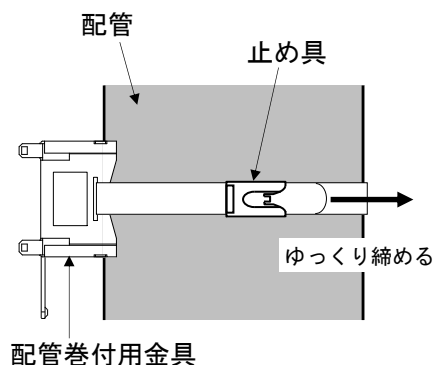

図 2-3-8
4. 配管巻付用金具を設置したい位置で押さえて、配管巻付用バンドをゆっくりと締めていきます。（図 2-3-8）